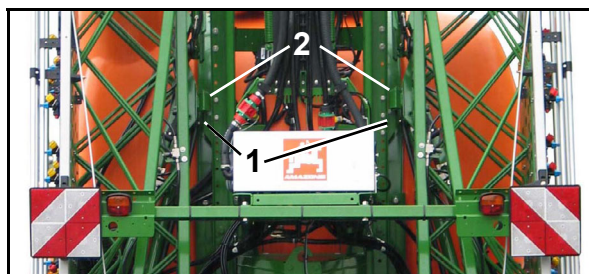

Bild 135
1. Sänk ned sprutrampen helt med funktionsknappen , tills fångbyglarna (Bild 135/1) gått i ingrepp med fånghakarna (Bild 135/2).
Bild 135 visar rampen med låst transportlåsning
Om fångbyglarna (Bild 135/1) inte kommer ner i fånghakarna (Bild 135/2), måste sprutrampen riktas in med lutningsinställningen.